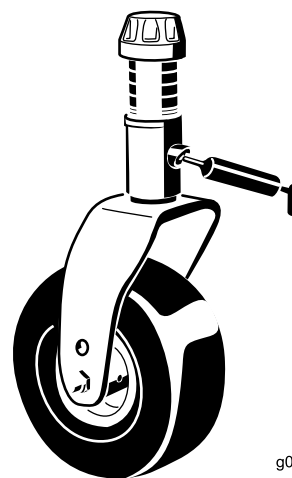

Figure 67
- 2 bagues d'axe de chape de roue pivotante (Figure 67)